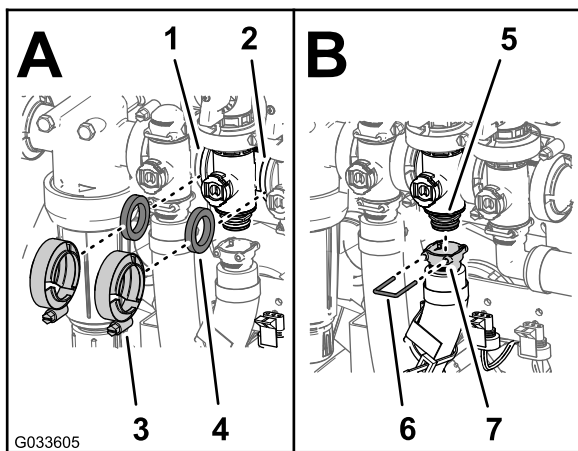

Рисунок 125
2. Смонтируйте перепускной клапан перемешивания, прокладку и коллектор клапана перемешивания с помощью фланцевого хомута, затянув его вручную (Рисунок 125).
3. Установите прокладку между фланцами клапана управления нормой внесения и коллектором клапана перемешивания (Рисунок 125А).
- Смонтируйте клапан управления нормой внесения, прокладку и коллектор клапана перемешивания с помощью фланцевого хомута, затянув его от руки (Рисунок 125А).
- Установите прокладку между фланцами коллектора клапана перемешивания и главного клапана стрелы (Рисунок 125А).
- Смонтируйте коллектор клапана перемешивания, прокладку и главный клапан стрелы с помощью фланцевого хомута, затянув его от руки (Рисунок 125А).
- Установите выпускной штуцер на штуцер муфты в нижней части коллектора клапана перемешивания (Рисунок 125В).
- Закрепите выпускной штуцер на штуцере муфты, вставив держатель в гнездо выпускного штуцера (Рисунок 125В).